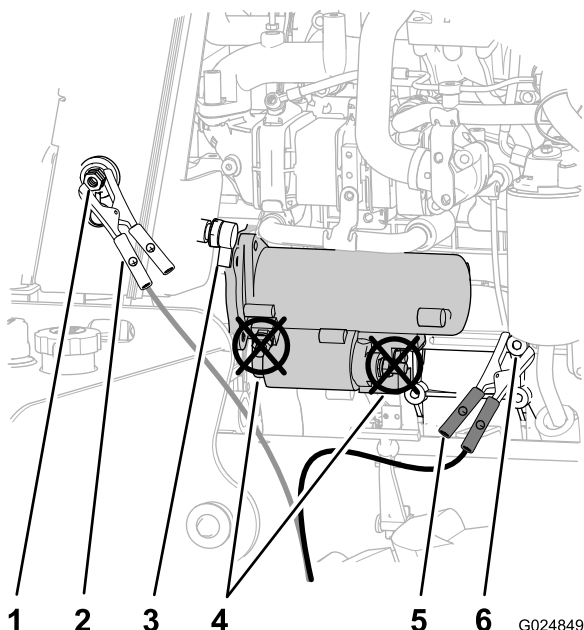

Figura 78
4. Togliete il coperchio dal morsetto di avviamento (Figura 78).
- Collegate il cavetto portatile positivo (+) al morsetto di avviamento (Figura 78).
- Collegate il cavetto portatile negativo (-) al punto di terra, quale il dado nel punto rotante dell'alternatore (Figura 78).